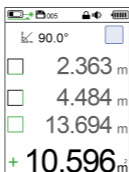
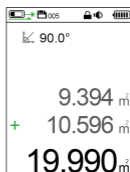

Abbildung 5 Zweite gemessene Fläche
Abbildung 6 Summe der Flächen
Schritt 3: Wiederholen Sie Schritt 1, um den zweiten Bereich zu messen, und das Ergebnis ist in Abbildung 5 dargestellt; Drücken Sie kurz die **MEAS** Taste, das Gerät summiert automatisch die beiden Bereiche. Im Hilfsanzeigebereich werden die Werte des ersten und zweiten Bereichs angezeigt, und im Hauptanzeigebereich wird die Summe der beiden Bereiche angezeigt, wie in Abbildung 6 dargestellt.